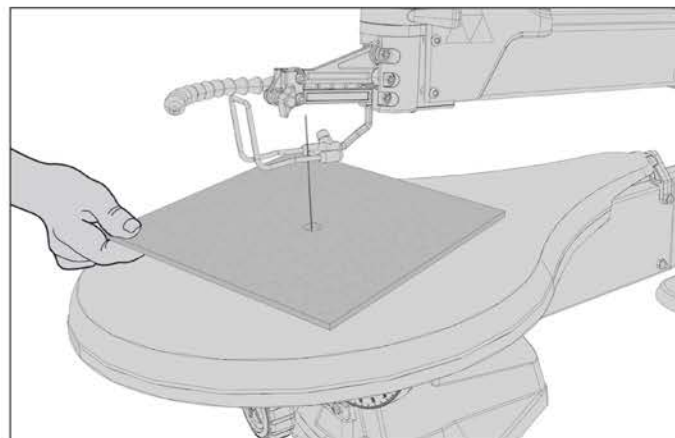

FIG. 9
La scie à découper comporte un boyau d'air réglable (G) fig. 9 permettant d'éliminer les poussières et les débris de la surface de travail. Bien placer le boyau d'air; il devrait souffler la poussière dans une direction opposée à l'utilisateur.
4. Laisser la lame retenue seulement par le serre-lame inférieur, soulever le bras supérieur de la scie à découper, comme le montre la figure 9. Passer la lame dans le trou de guidage de la pièce à ouvrir et réinstaller la lame en resserrant la vis à oreilles supérieure.